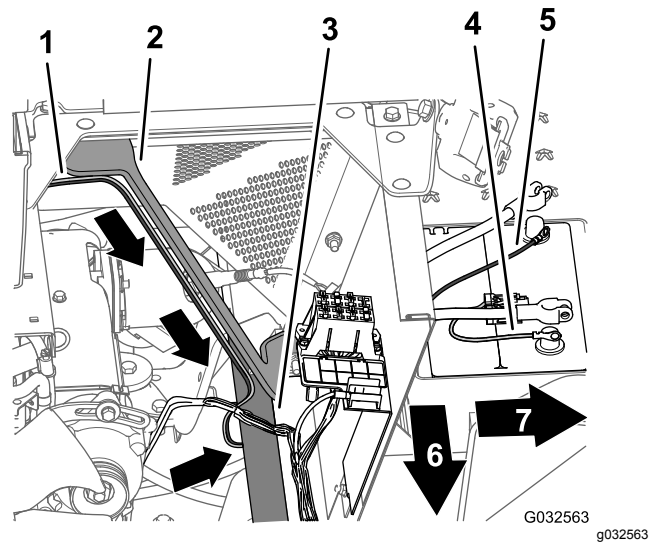

Figura 111
3. Passe a secção com 165 cm da cablagem para baixo ao lado do suporte esquerdo para o resguardo do motor e debaixo do tubo da estrutura esquerdo (**Figura 111**).
4. Passe o fusível de 50 A e os terminais redondos positivo e negativo da secção com 165 cm da cablagem pela parte superior da bateria (**Figura 111**).